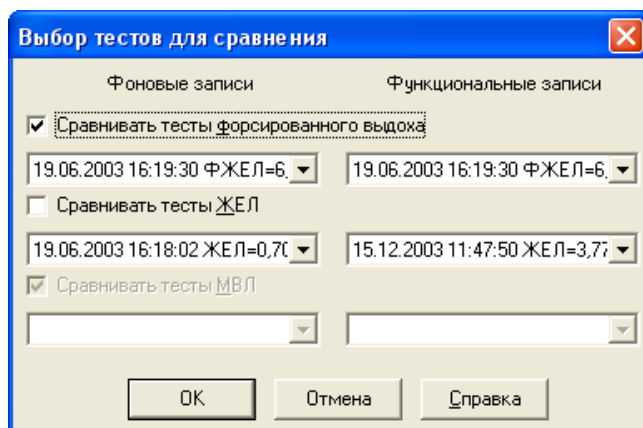

Рис. 30
8. В том случае, если в рамках обследования проведены и другие тесты, на экран будет выведено окно «Выбор тестов для сравнения» (рис. 30). В нем необходимо выбрать, какие именно тесты подлежат сравнению (см. раздел 3.12 «Создание протоколов обследований»).
6. В том случае, если в рамках обследования проведены и другие тесты, на экран будет выведено окно «Выбор тестов для сравнения» (рис. 30). В нем необходимо выбрать, какие именно тесты подлежат сравнению (см. раздел 3.12 «Создание протоколов обследований»).
Для создания протоколов, содержащих результаты сравнения значений показателей, полученных при выполнении разных тестов, предназначена кнопка **Сравнение тестов ...**. Функция сравнения тестов предусмотрена для поддержки проведения тестов с фармакологическими или иными воздействиями на органы дыхания. Для создания протокола, содержащего сравнение тестов, необходимо выполнить, по меньшей мере, два теста одного типа внутри текущего обследования (один до воздействия, другой после). Затем нужно создать новый протокол, нажав в диалоговом окне «Выбор тестов» кнопку **Сравнение тестов ...**. На экране появится диалог «Выбор тестов для сравнения» (рис. 30).